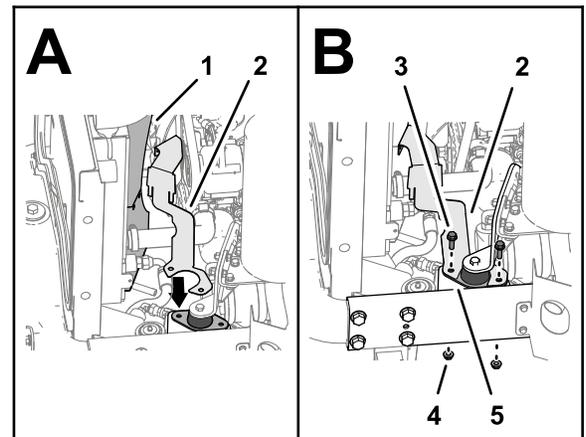

図 42
2. 冷却液補助タンクの穴を、上下のファンシュラウドの穴とエンジンマウントの穴に合わせる **図 42**。
3. 冷却液補助タンクブラケットを、エンジンマウントに取り付ける **図 42**ステップ 1で取り外したフランジヘッドねじ5/16 x 1"2本と鋸歯付きフランジナット5/16"2個を使用する。